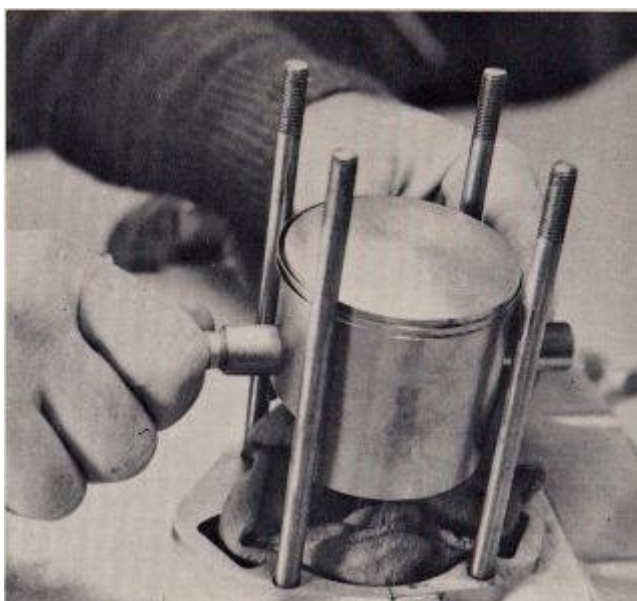

FIG. 2
7. Culos la deriva bulón OSSA, N ° 999-202 parte contra un extremo del bulón. Apoyo el pistón con una mano para evitar cualquier carga lateral de la biela. Con la palma de la otra mano, empuje contra la guía de bulón para deslizar el bulón de pistón (Fig. 2). Si el bulón es firme y se